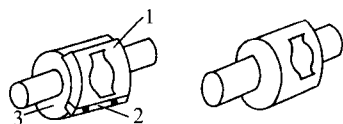

图 1-2 压凸模具
0.14mm左右。模具装于滚筒上,滚筒的结构分整体式和装配式两种。如图1-2所示。装配式便于更换不同的压凸模具,整体式更能保证压凹凸的精度。整体式压凸钢模的制作方法一般有两种,第一种方法是在凸版电子雕刻机上对腐蚀层进行雕刻(可运用专用计算机软件进行无软版雕刻)然后进行腐蚀,刻印深度达到1~1.2mm。另一种方法是先机械雕刻,后经人工修整精加工制成压凸钢模。组装式压凸模具,大批量生产(上千万件)时,使用钢模,一般生产(几万到十几万)使用铜模或铜模电镀铬。铜模制作方法是,先设计好图案,再制胶片,腐蚀、修整加工。有平版和圆弧版腐蚀两种方法,平版腐蚀后需在专用夹具上弯成圆弧版,然后将圆弧铜版用强力胶粘在弧形钢板上即成组装式铜模。塑料阳模的加工方法是将塑料模毛坯的圆柱表面用火焰喷枪加热后与金属模对滚加压。